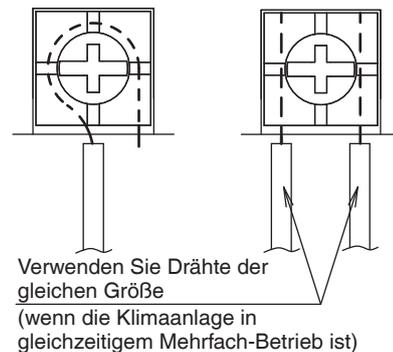

Abb. 4
- Schließen Sie die Anschlussösen wie in der Abb. 4 an.